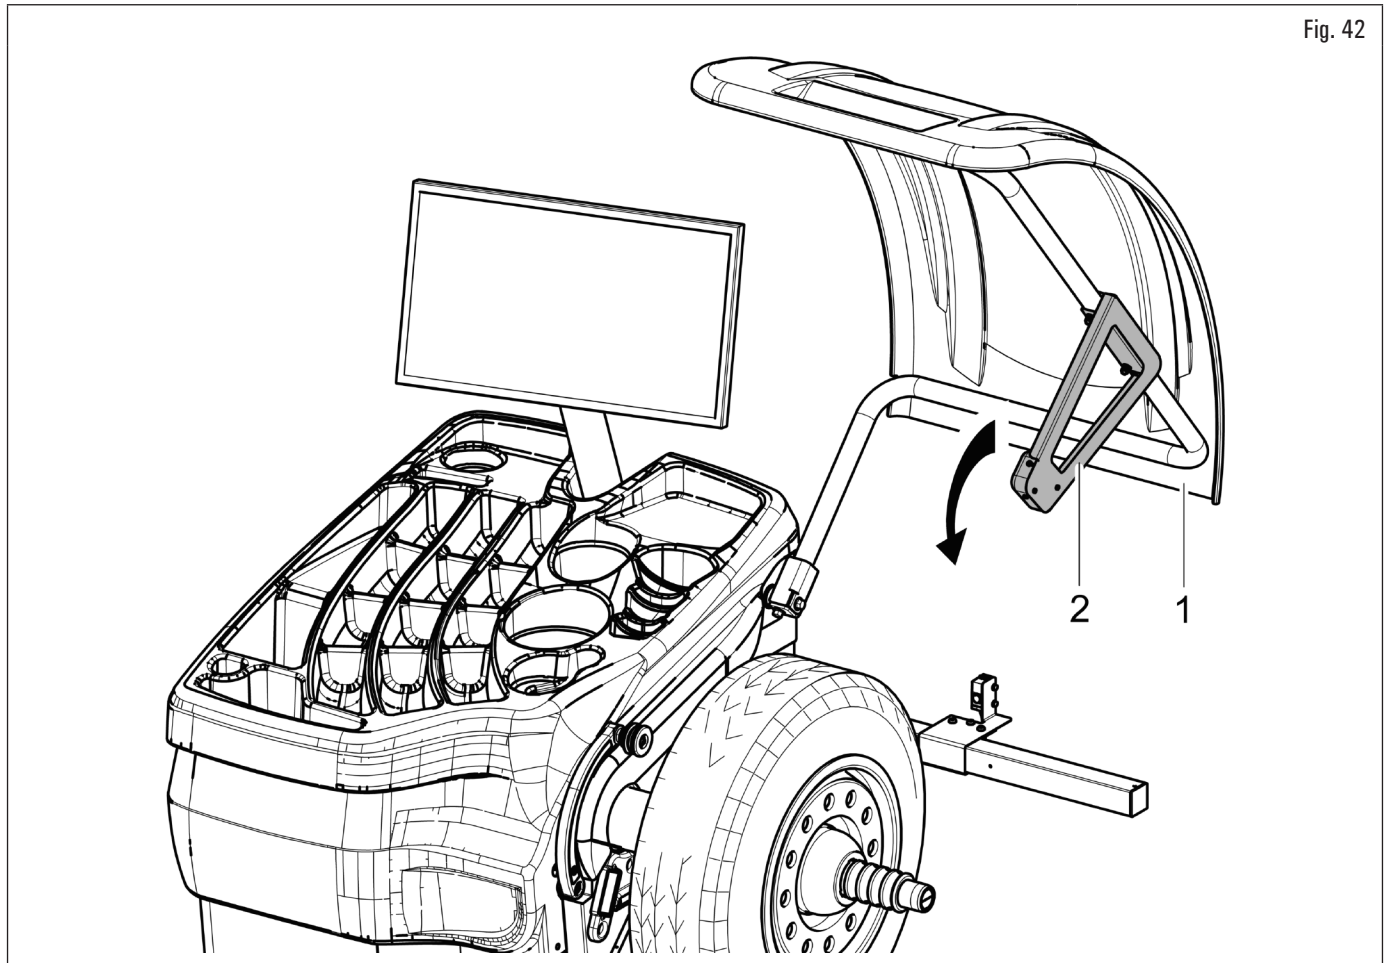

Fig. 42
Cada vez que el cárter de protección rueda (Fig. 42 ref. 1) se cierra, el conjunto medidor automático anchura (Fig. 42 ref. 2) (si presente) mide la anchura de la rueda montada en el mandril. El relativo valor se memoriza automáticamente en el campo predispuesto del programa de equilibrado elegido.
Cada vez que el cárter de protección rueda (Fig. 42 ref. 1) se cierra, el conjunto medidor automático anchura (Fig. 42 ref. 2) (si presente) mide la anchura de la rueda montada en el mandril. El valor relativo se guarda automáticamente en el campo designado del programa de equilibrado elegido (si la llanta es de aluminio (ALU) el valor del ancho no aparece).